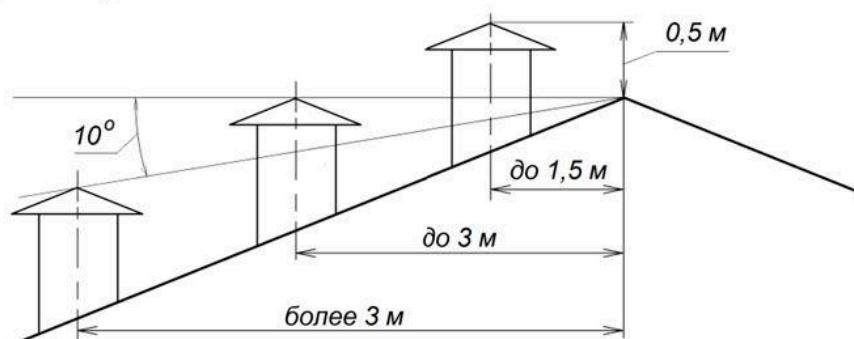

Рисунок 4. Варианты расположения дымовой трубы на крыше.
- д) выступающая над коньком крыши часть трубы должна быть (*см. рис. 4*):